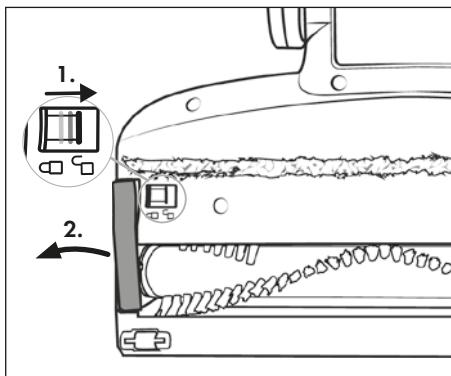

Fig. 24
- 2) Lås børsterullen 21 op ved at skubbe oplåsningen til børsterullen 19 med fingeren til højre og derefter fjerne børsterulleholderen 20 fra gulvbørsten 22 (se fig. 24).